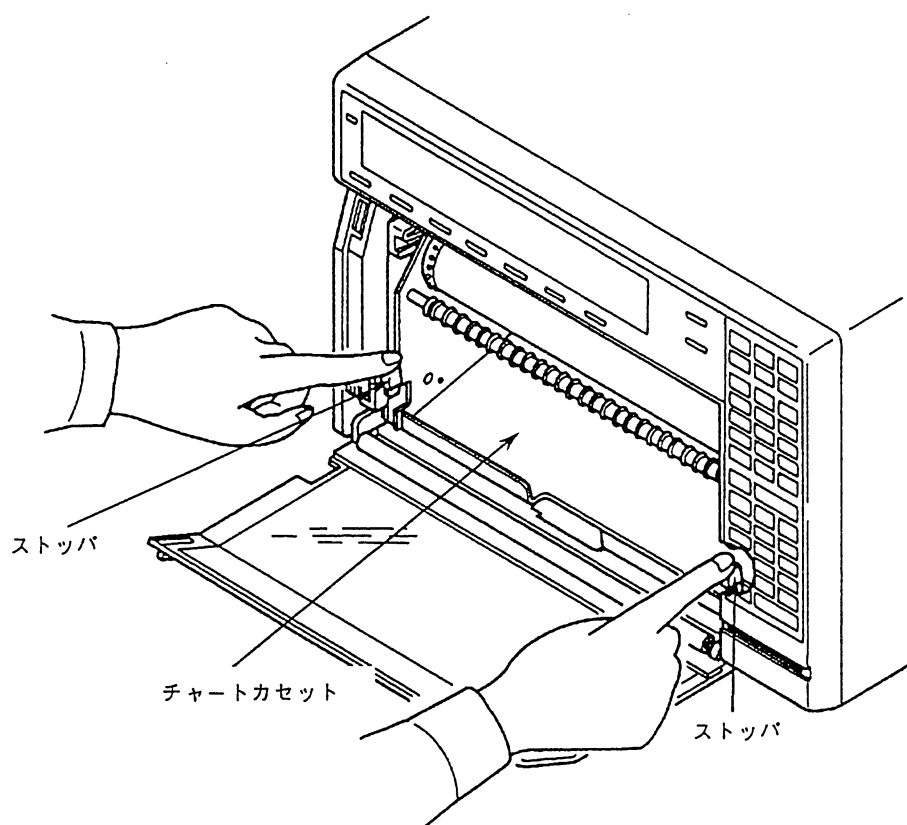

図1.4
- (1) ドアを開きますとチャートカセットの下部両サイドにストッパがあります (図1.4 参照)。
- (2) チャートカセットのストッパを下に押し下ろすとカセットが手前にスイングします。